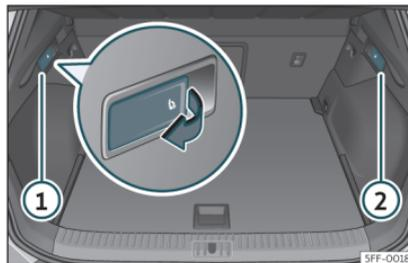

Fig. 103 Dans le coffre à bagages : Leviers de déverrouillage du dossier arrière.
- Tirez le levier de déverrouillage à distance de la partie gauche »» fig. 103 ① ou droite ② du dossier dans le sens de la flèche. La partie débloquée du dossier arrière se rabat automatiquement vers l'avant.